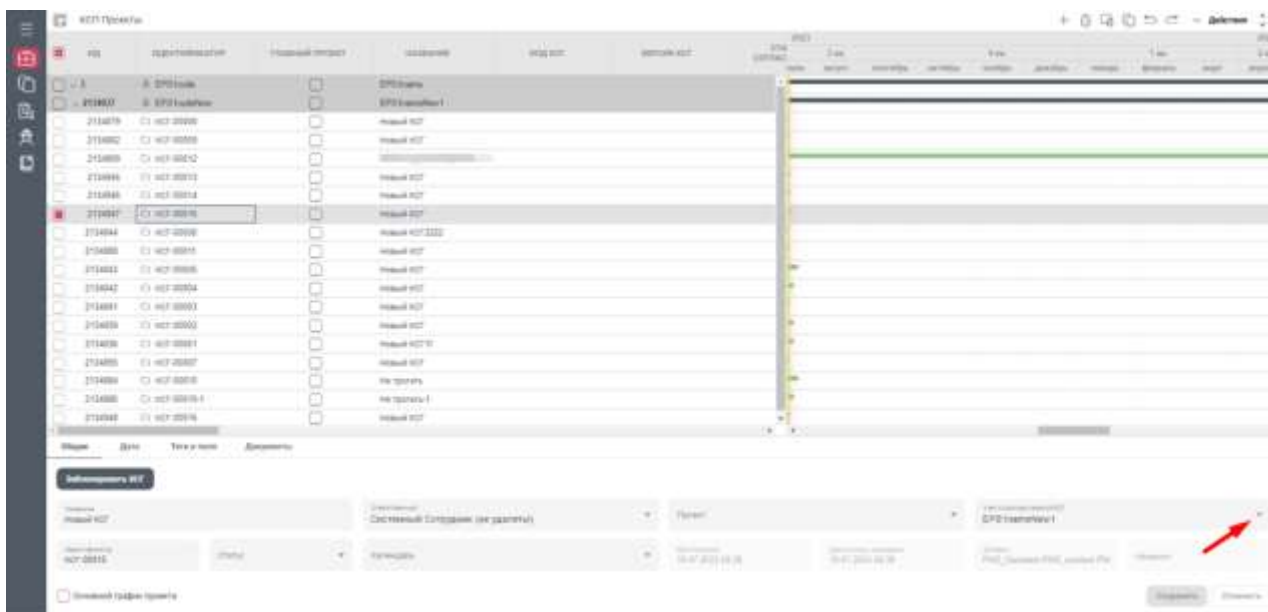

Рисунок 56 – Раздел «Проекты», поле «Узел структуры версий КСГ»
2. Во вкладке «Общее» в поле «Узел структуры версий КСГ» нажать на «Крестик» в поле «Узел структуры версий КСГ» (Рисунок 56) и затем нажать на значок «Лупа» в этом же поле.